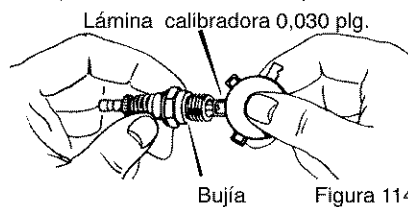

Figura 114
2. Asegúrese de que la bujía esté limpia y libre de materia extraña. Revise el entrehierro de los electrodos usando una lámina calibradora y si fuera necesario, restaure el entrehierro a 0,030 plg. Vea la Figura 114.